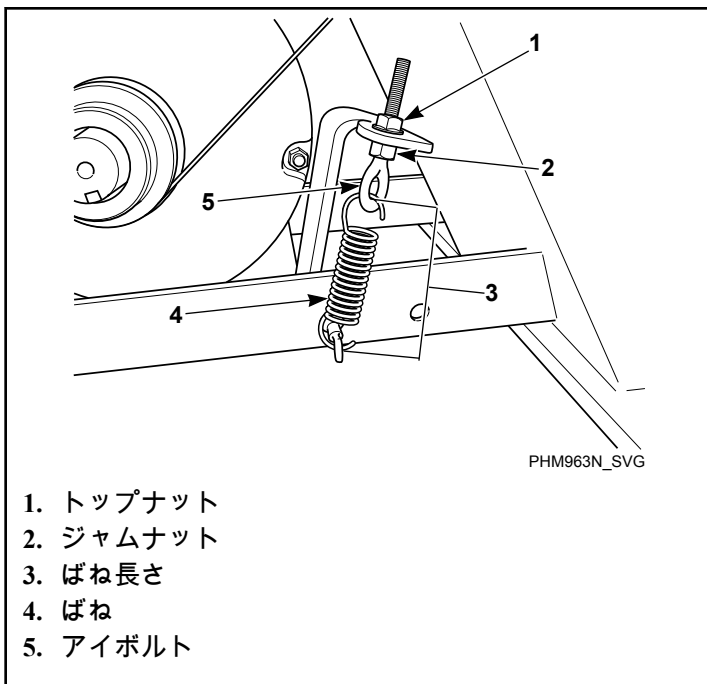

図 44
- **周波数ゲージ。** 正しい周波数 (表 37 を参照) が中央で得られるまで、アイボルトのトップナットを締めます。20.6±2 ft.-lbs. で、ジャムナットをばね受け金に回転させます。図 44 を参照してください。
- **張力ゲージ。** 適切なベルトゲージ (表 37 を参照) が中央で得られるまで、アイボルトのトップナットを締めます。20.6±2 ft.-lbs. で、ジャムナットをばね受け金に締め付けます。図 44 を参照。
- **ばね長さ。** フック間のばねが 103 mm [3 15/16 インチ] (45-65 ポンドモデル) または (85-160 ポンドモデル) になるまで、アイボルトのトップナットを締めます。20.6±2 ft.-lbs. で、ジャムナットをばね受け金に回転させます。図 44 を参照してください。
- **ベルト除去中の張力維持。** 適切な張力が得られたら、ジャムナットをテープで固定し、アイボルトのトップナットを緩めてベルトを解放します。ベルトを交換し、ジャムナットの位置にアイボルトのトップナットを締め直します。図 44 を参照してください。